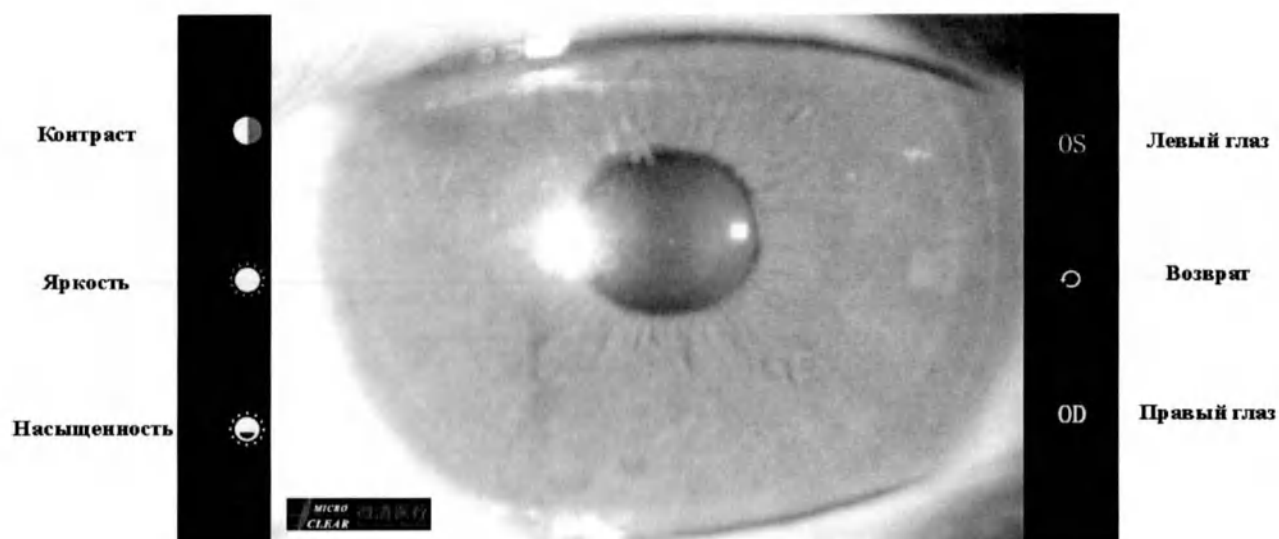

Рисунок 14. Редактирование изображений.
- Шаг 6: Изменение и сохранение изображения: после захвата изображения, фотографическое изображение появится на экране, как на рис. 14, с левой стороны, есть Контраст, Яркость и Насыщенность для изменения; с правой стороны, есть OS (Левый глаз) и OD (Правый глаз) для сохранения изображения. Если нажать кнопку возврата, то изображение не будет сохранено, а вернется для получения нового изображения.